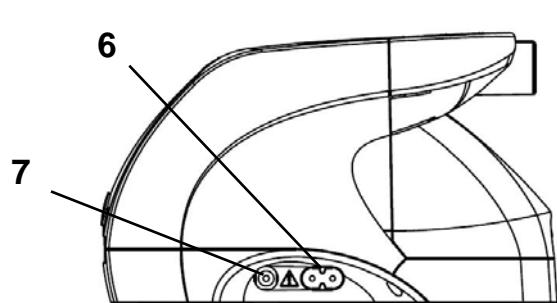

Figura 4 – Vista del lado derecho
Compruebe que el aparato Sandman Duo™ o Sandman DuoST™ y el cable de alimentación extraíble no presenten defectos visibles. Conecte un extremo del cable de alimentación extraíble en la entrada de alimentación del aparato (punto 6 de la Figura 4, página 51) el otro extremo en la red teniendo en cuenta el párrafo "Instalación estándar del aparato" (página 54). El aparato se pone en el último modo (marcha /vigilia) en el que estuviera cuando se desconectó de la red.
4. Conecte el cable de alimentación extraíble en la entrada de la alimentación situada en el lado derecho del aparato (Punto 6 de la Figura 4 en la página 51).
4. Conecte el cable de alimentación de la batería en la entrada de la batería externa del aparato (Punto 7 de la Figura 4 en la página 51).
4. Conecte el cable de la toma del encendedor en la entrada de la batería externa del aparato (Punto 7 de la Figura 4 en la página 51).